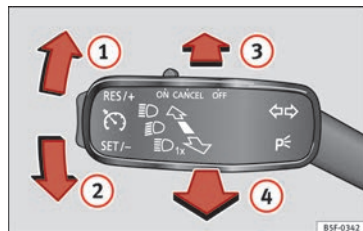

Fig. 130 Levier des clignotants et des feux de route.
- Déplacez le levier » fig. 130 vers le haut ① ou vers le bas ②.
- Poussez le levier » fig. 130 vers l'avant dans le sens de la flèche ③.
- Les feux de route s'éteignent et le levier revient à la position d'origine dans le sens de la flèche ④.
- Tirez le levier » fig. 130 vers le volant (jusqu'à la butée) dans le sens de la flèche ④.
- Déplacez le levier des clignotants » **fig. 130** » page 128 vers le haut ou vers le bas – les feux de position du côté droit ou gauche du véhicule s'allument.